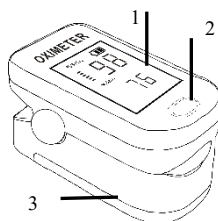

FIG.1 Parties du panneau avant et arrière.
3.1 Description du panneau frontal (comme FIG.1)